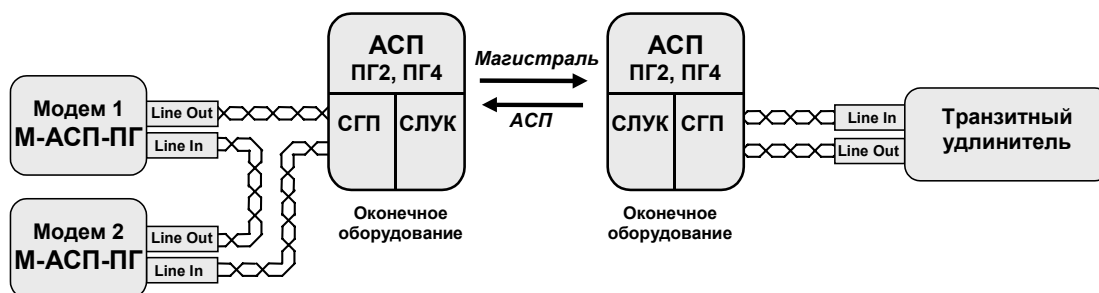

Рис. 10. Схема проверки работы модемов по шлейфу АСП
Если в структуре трассы не более одного транзита по ПГ (или одного НУП в однокабельной двухполосной 12-канальной системе), то можно провести тестирование работы двух М-АСП-ПГ, размещенных на одном из ее концов, выполнив подключение по схеме, приведенной на рис.10.
1. Соединить модемы в соответствии со схемой, приведенной на Рис. 10.
ВНИМАНИЕ: в приемнике модема 2 при преобладании в тракте импульсных помех, как это обычно имеет место, фиксируется удвоенное количество ошибок, по сравнению с ожидаемым при работе модемов, установленных на концах трассы, т.к. работа по схеме (Рис. 10) равносильна работе через тракт ПГ двойной протяженности.